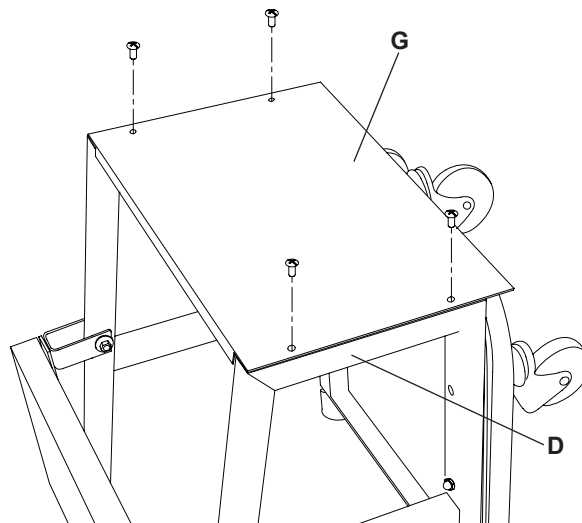

Figure 4 : Installation du marchepied sur les bâtis latéraux
4. Fixez le marchepied (G) sur les bâtis latéraux (D) à l'aide de quatre vis Phillips M6 x 16 (N). Assurez-vous que le marchepied (G) se trouve bien entre les bâtis latéraux (D) (Figure 4).